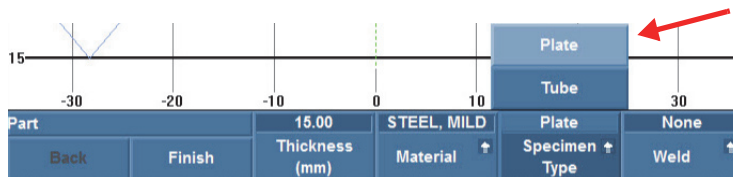

Figura 2-1 Selezione di Plate nel campo Specimen Type
- Selezionare **Plate** (Piano) nel campo del parametro **Specimen Type** (Tipo pezzo) [vedi Figura 2-1 a pagina 20].